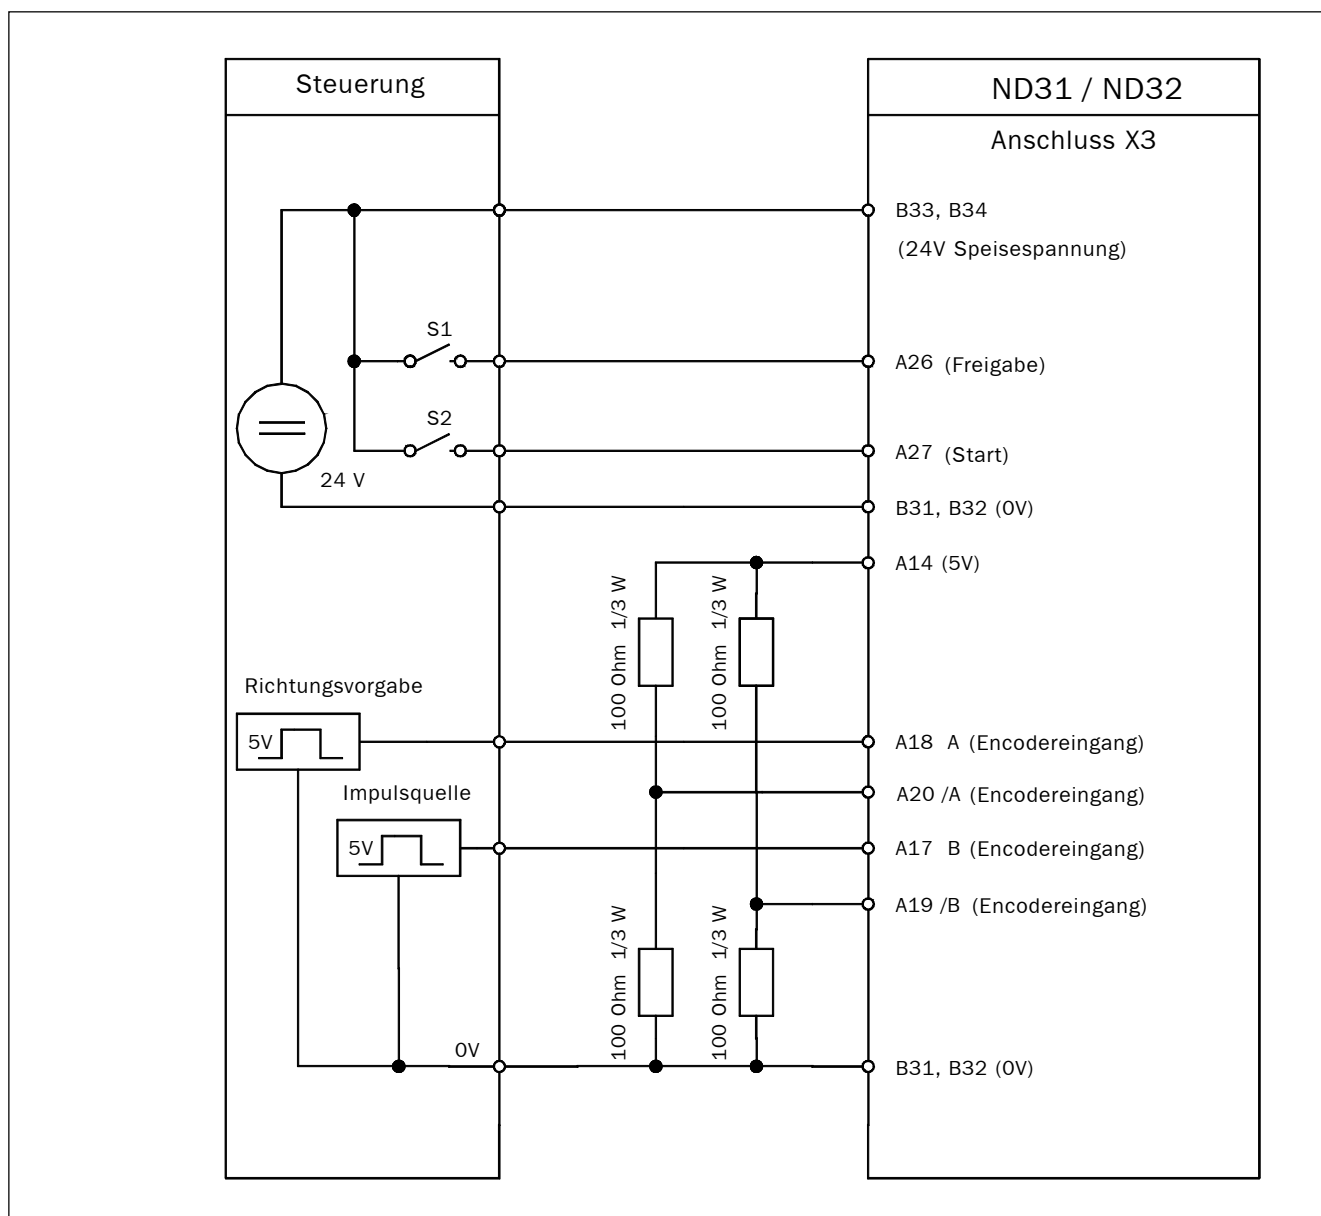

Abbildung 6.2-1
- Der Frequenz-Richtungseingang ist ein Differenzeingang. Daher sind die beiden invertierten Eingänge (A19, A20) über einen Spannungsteiler auf den halben Signalpegel von 2,5 V zu legen. Dazu kann z.B. ein Spannungsteiler aus 100-Ohm-Widerständen mit 1/3 Watt an den +5 V Ausgang und GND angeschlossen werden (Abbildung 6.2-1).